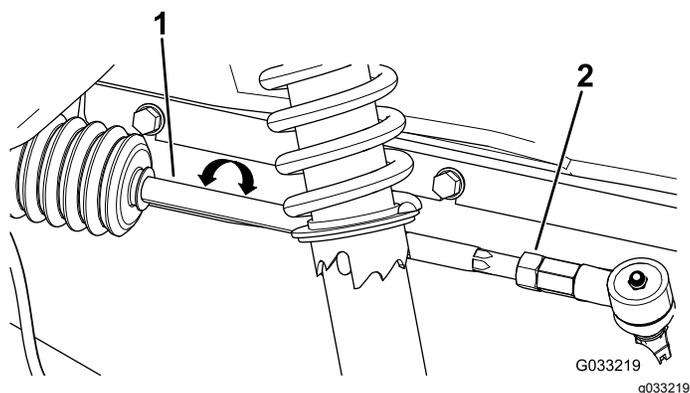

Figura 48
4. Se la misura non rientra nel campo specificato di 0–6 mm, allentate i controdadi all'estremità esterna dei tiranti (Figura 48).